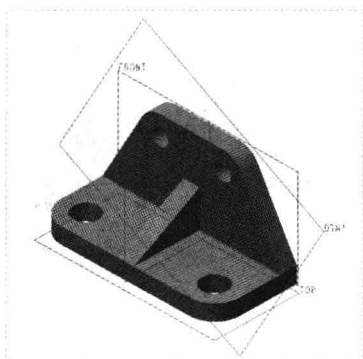

图 4-64 以边或轴线为参考创建基准平面
Step 04 单击“确定”按钮,此时系统自动命名为 DTM1,在绘图区的空白位置单击鼠标左键,即可以边或轴线为参考创建基准平面,如图 4-64 所示。